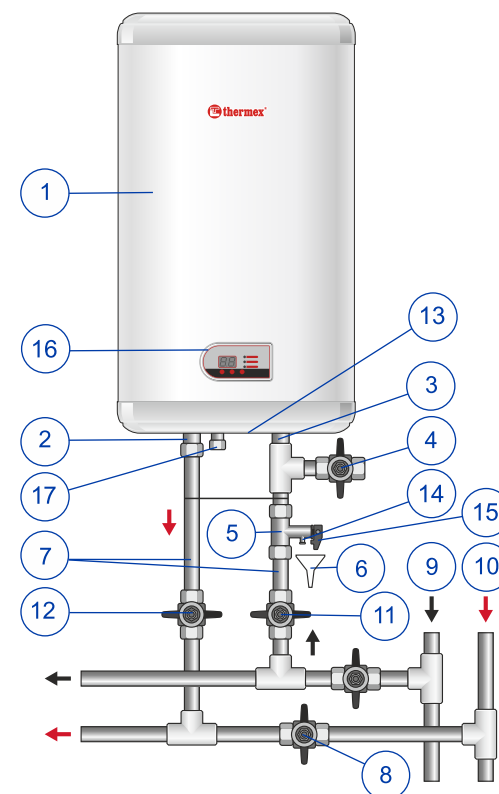

Рисунок 1. Схема подключения ЭВН к водопроводу
4.1. Внешний корпус ЭВН выполнен из ударопрочного пластика. Внутренний бак изготавливается из высококачественной нержавеющей стали с содержанием титана, что обеспечивает высокую коррозионную стойкость и, как следствие, длительный срок эксплуатации. Пространство между внешним корпусом и внутренним баком заполнено пенополиуретаном - современной, экологически чистой теплоизоляцией, обладающей наилучшими характеристиками теплосбережения. Модели IF, ID имеют два резьбовых патрубка: для входа холодной воды (Рис. 1, п. 3) с синим кольцом и выхода горячей воды (Рис. 1, п. 2) - с красным кольцом, и оборудованы дополнительным дренажным патрубком (с красным кольцом, закрыт металлической заглушкой) для слива воды и промывки внутреннего бака (Рис. 1, п. 17). На лицевой стороне ЭВН, во всех моделях, находится панель управления (Рис. 1, п. 16).
4.3. Предохранительный клапан (Рис. 1, п. 5) выполняет функции обратного клапана, препятствуя попаданию воды из водонагревателя в водопроводную сеть в случаях падения в последней давления и в случаях возрастания давления в баке при сильном нагреве воды, а также функции защитного клапана, сбрасывая избыточное давление в баке при сильном нагреве воды. Во время работы водонагревателя вода может просачиваться из выпускной трубы предохранительного клапана для сброса излишнего давления, что происходит в целях безопасности водонагревателя. Эта выпускная труба должна оставаться открытой для атмосферы и быть установлена постоянно вниз и в незамерзающей окружающей среде.
Необходимо обеспечить отвод воды из выпускной трубы предохранительного клапана (Рис. 1, п. 14) в канализацию, предусмотрев при монтаже ЭВН соответствующий дренаж (Рис. 1, п. 6).
Необходимо регулярно (не реже одного раза в месяц) проводить слив небольшого количества воды через выпускную трубу предохранительного клапана в канализацию для удаления известковых осадков и для проверки работоспособности клапана. Для открывания клапана он снабжен ручкой (Рис. 1, п. 15). Необходимо следить, чтобы во время работы ЭВН эта ручка находилась в положении, закрывающем слив воды из бака.
Установить предохранительный клапан (Рисунок 1, п.5) на входе холодной воды (Рисунок 1, п.3), помеченном синим кольцом, закрутив на 3,5-4 оборота, обеспечив герметичность соединения любым уплотнительным материалом (льном, лентой ФУМ и др.).
Рисунок 1: 1 – ЭВН, 2 – патрубок горячей воды, 3 – патрубок холодной воды, 4 – сливной вентиль, 5 – предохранительный клапан, 6 – дренаж в канализацию, 7 – подводка, 8 – перекрыть вентиль при эксплуатации ЭВН, 9 – магистраль холодной воды, 10 – магистраль горячей воды, 11 – запорный вентиль холодной воды, 12 – запорный вентиль горячей воды, 13 – защитная крышка, 14 – выпускная труба предохранительного клапана, 15 – ручка для открывания предохранительного клапана, 16 – панель управления, 17 – сливной патрубок.
Подключение к водопроводной системе производится в соответствии с Рис. 1 только при помощи медных, металлопластиковых или пластиковых труб, а также специальной гибкой сантехподводки. Запрещается использовать гибкую подводку бывшую ранее в употребление. Рекомендуется подавать воду в ЭВН через фильтр-грязевик, установленный на магистрали холодной воды (не входит в комплект поставки).
После подключения откройте вентиль подачи холодной воды (Рис. 1, п. 11) в ЭВН, кран выхода горячей воды из ЭВН (Рис. 1, п. 12) и кран горячей воды на смесителе, чтобы обеспечить отток воздуха из водонагревателя. При конечном заполнении ЭВН из крана смесителя непрерывной струей потечет холодная вода. Закройте кран горячей воды на смесителе.
Примечание: для облегчения обслуживания ЭВН в процессе эксплуатации рекомендуется установка сливного вентиля (Рисунок 1, п. 4) в соответствии с Рис. 1 (для моделей, не оборудованных сливным патрубком (не входит в комплект поставки ЭВН)).